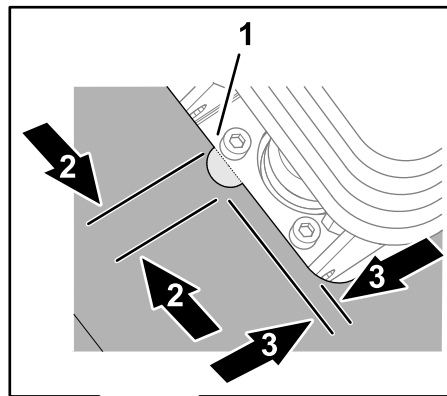

Figure 20
3. Meulez un cran dans le couvercle du mécanisme de direction, comme montré à la Figure 20.